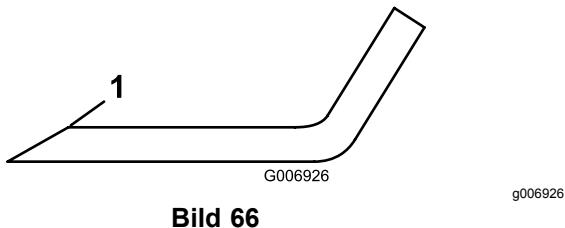

**Bild 65**
3. Prüfen Sie die Schnittkanten des Messers sorgfältig, insbesondere dort, wo die geraden Flächen die gebogenen berühren (**Bild 65**).
4. Wenn Sie Abnutzungen (**Bild 65**) feststellen, sollten Sie das Messer auswechseln, siehe Entfernen und Einbauen eines Messers \(Seite 56\)